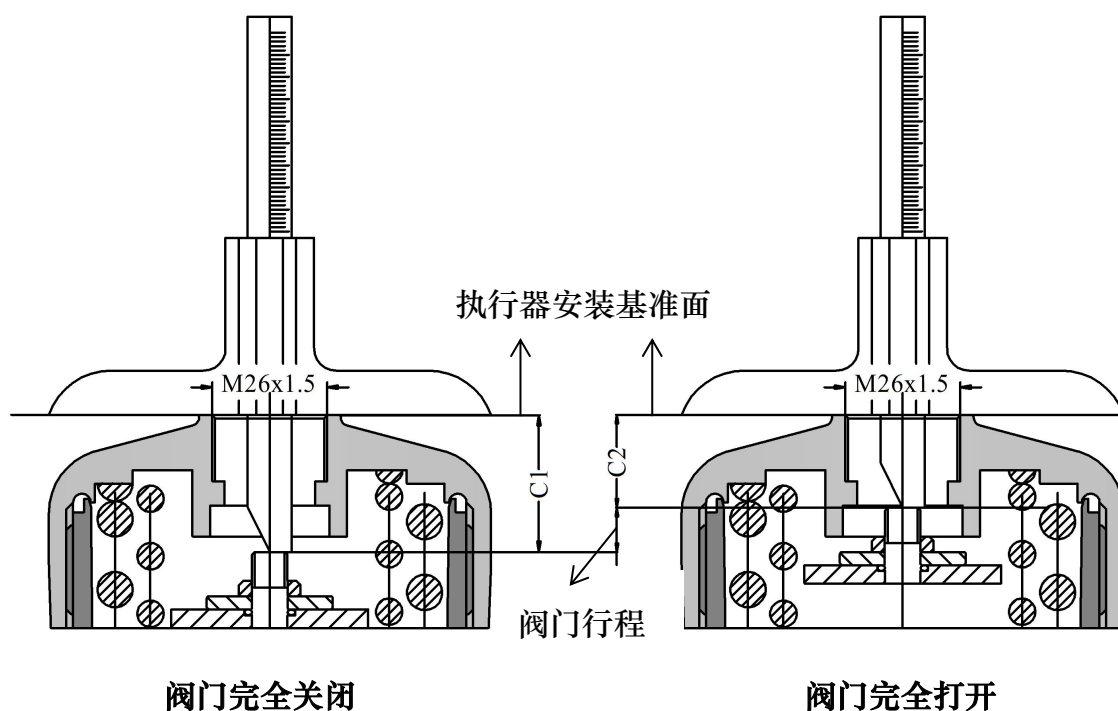

图 38.C1 值和 C2 值测量
①	传感器	1	反馈阀门开度位置
②	安装板	1	连接定位器与执行器
③	O 型圈	2	$\Phi 20 \times 2$
④	固定件	2	用于固定安装板, G1/4 螺纹
⑤	M8 六角头螺栓	4	M8×16
⑥	传感器接头	1	将传感器连接到定位器
- 阀门处于完全关闭和完全打开状态时, 用深度尺分别测量执行器阀杆顶端到执行器顶部安装基准面的距离 C1 值和 C2 值 (图 38 中标注所示), 并记录。